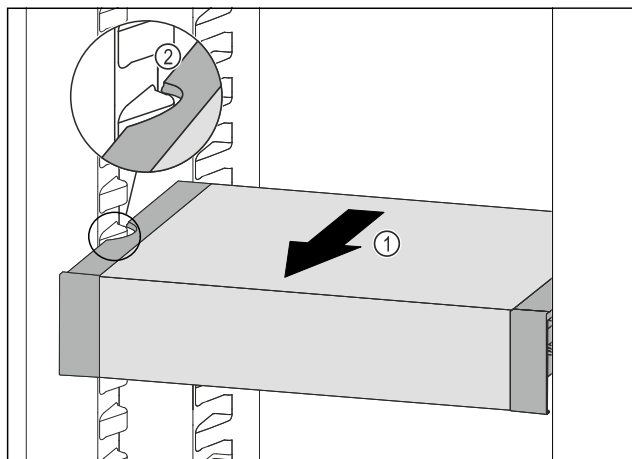

Fig. 96
- ▶ VarioSafe dras framåt Fig. 96 (1) tills sidofördjupningarna på VarioSafe är i samma nivå som behållarlisterna i kyldelen. Fig. 96 (2)